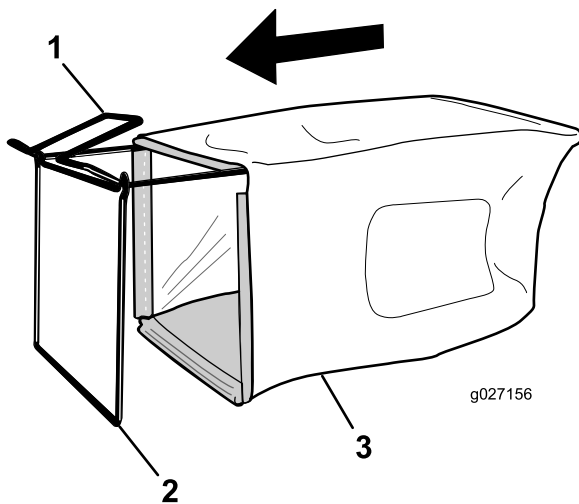

Figura 11
1. Coloque la bolsa de recogida sobre el bastidor, según se muestra en la Figura 11.
Nota: No coloque la bolsa sobre el manillar (Figura 11).